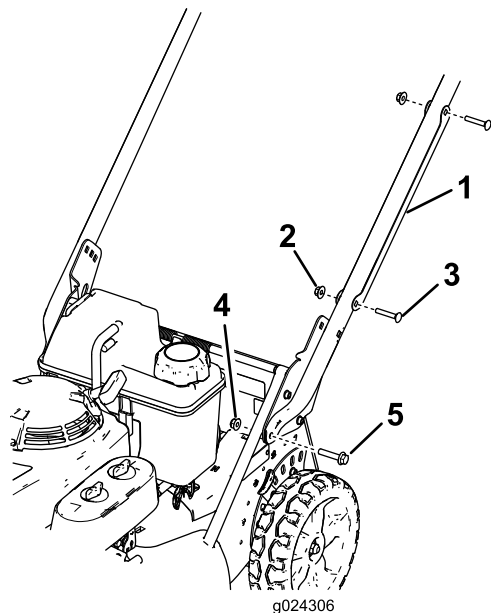

Figura 3
1. Retire los 2 pernos de cuello cuadrado y las 2 arandelas que sujetan el protector de cable al manillar, y retire el protector de cable del manillar (Figura 3)
arandela prensada (5/16"), según se muestra en Figura 3.
1. Perno de cuello cuadrado – 5/16" x 1½" (2)
2. Soporte del manillar (2)
3. Tuerca con arandela prensada – 5/16" (2)
7. Posicione el protector de cable en el manillar **con el/los cable(s) dentro del protector**, y sujete el protector al manillar con los 2 pernos de cuello cuadrado y las 2 contratuercas que retiró anteriormente (Figura 3).